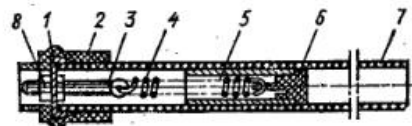

Рис. 76. Индикатор запыленности пылесборника электропылесоса «Чайка-10»:
**Проверка работы индикатора запыленности пылесборника.** Включить пылесос (пылесборник должен быть очищен от пыли и мусора). При разрежении 7840 Па поршень 5 (рис. 76) должен зайти на красное поле шкалы. Натяжение пружины 4 поршня регулируют гайкой 8 с винтом 3, расположенным на скобе 1 втулкой 2.